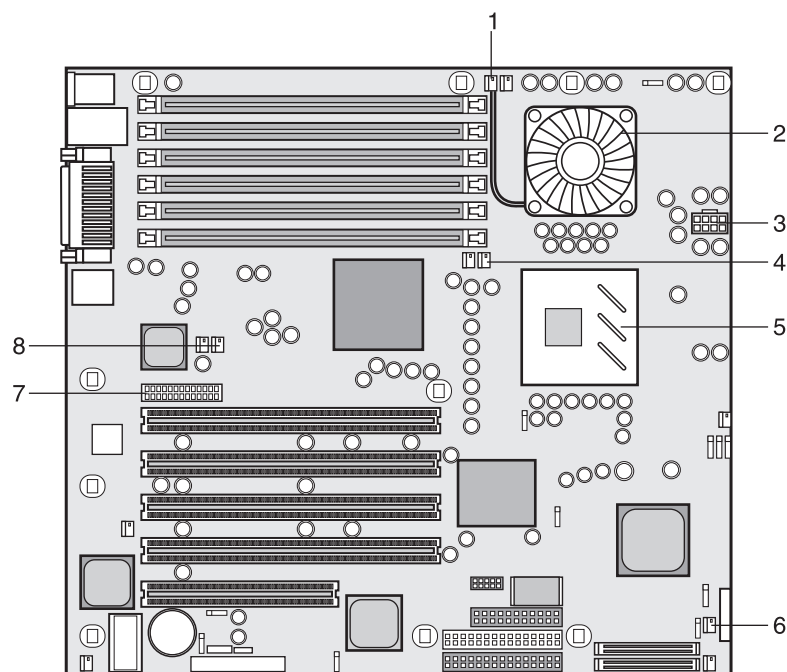

Figura 2-14. Scheda di sistema (vista dall'alto)
Il server HP ProLiant ML150 viene fornito con almeno un processore preinstallato (zoccolo processore principale – CPU 1). Gli zoccoli principale e secondario si trovano nella scheda di sistema. I moduli regolatori di tensione (VRM, Voltage Regulator Module) sono incorporati nella scheda di sistema. Fare riferimento alla figura 2-14.
- Installare il secondo processore nello slot secondario (CPU 2). Fare riferimento alla figura 2-14.
Questa sezione fornisce le istruzioni per l'installazione di un secondo processore e del relativo dissipatore di calore sulla scheda di sistema. La figura 2-14 indica l'ubicazione dei processori principale e secondario.